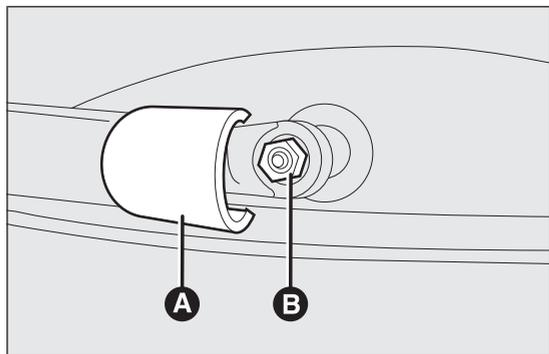

fig. 141
- sollevare la copertura A fig. 141 e smontare il braccio dalla vettura, svitando il dado B fig. 141 che lo fissa al perno di rotazione;